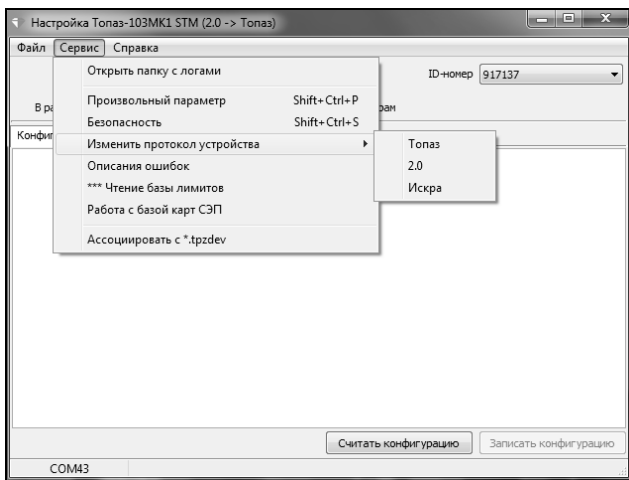

Рисунок 2
6.3 Для изменения протокола связи с СУ нажать в меню кнопку "Сервис"→"Изменить протокол устройства" (рисунок 2).